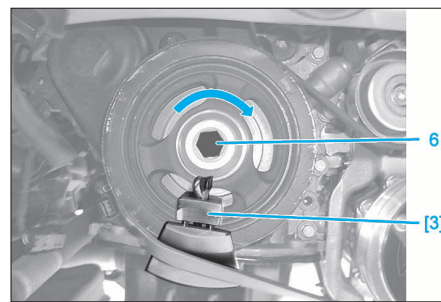

FIG. 11
- Par le biais de la vis (6), tourner dans le sens horaire la poulie (Fig.11).